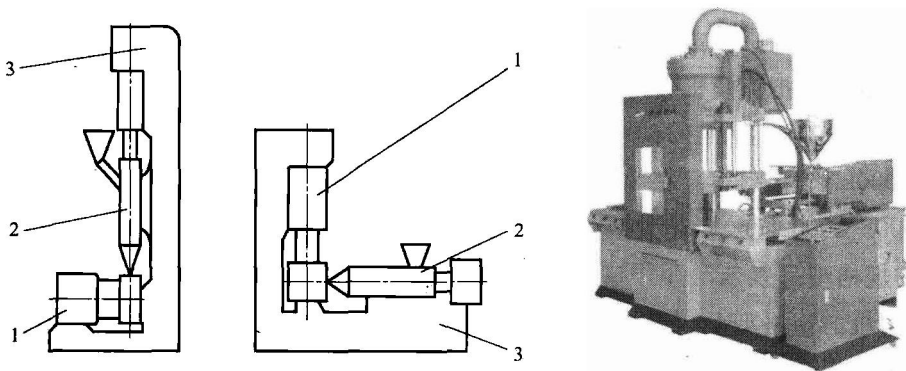

图 1-5 角式注塑机
③ 角式注塑机。如图 1-5 所示，该型注塑机的注射系统与合模系统的轴线呈相互